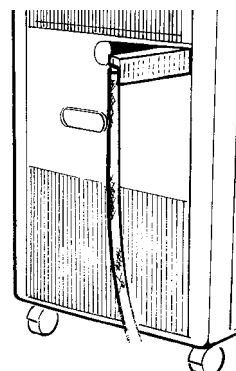

FIG. 2
- 1) Ouvrir la porte sur le côté gauche de l'appareil (voir Fig. 2)